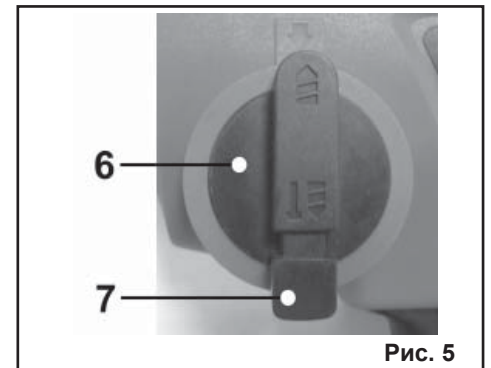

Рис. 5
**8.2. Сверление без удара (Рис.5).**
8.2.2. Нажав на кнопку (7) переключателя режимов (6), поверните переключатель режимов (6) в положение «сверление без удара» согласно Рис.5.
8.3.2. Нажав на кнопку (7) переключателя режимов (6), поверните переключатель режимов (6) в положение «сверление без удара» согласно Рис.5.
8.4.2. Нажав на кнопку (7) переключателя режимов (6), поверните переключатель режимов (6) в положение «сверление без удара» согласно Рис.5.